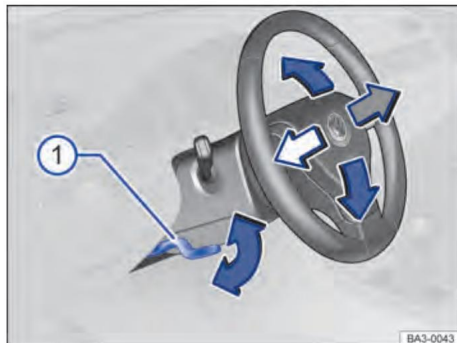

Figure. 63 En bas et à gauche du volant avec la garniture de la colonne de direction : levier de réglage de la position du volant.
- Pousser le levier vers le bas en le tenant par sa poignée → fig. 63 1